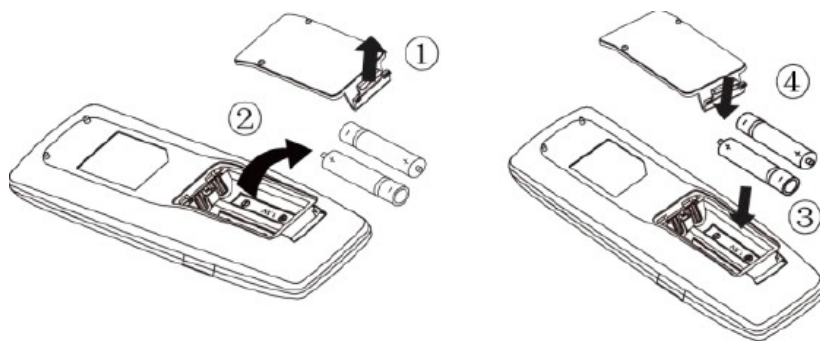

Рис. 5.2.
- Для вилучення батарейок, при заміні, посуньте кришку пульта керування в напрямку стрілки (див. рис. 5.2), витягніть відпрацьовані батарейки і встановіть нові. Встановіть кришку пульта на місце.